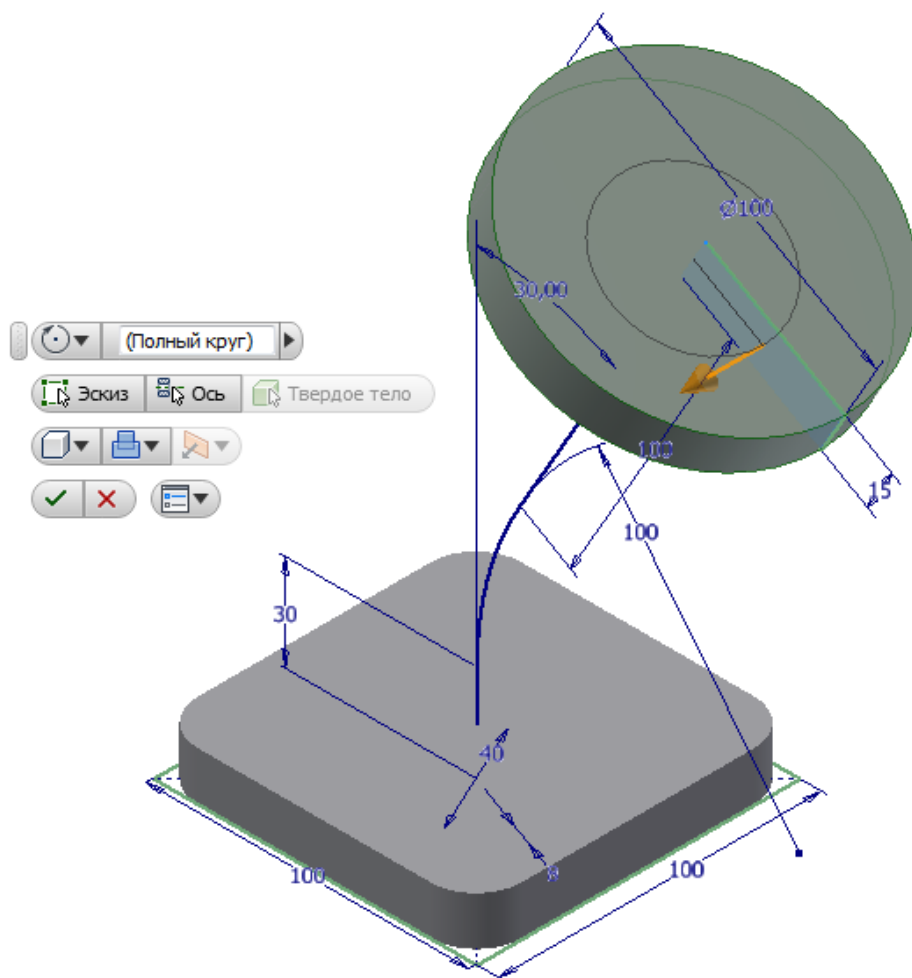

Рисунок 2.5 – Предварительный просмотр инструмента «Вращение»
48) Тут же появится предварительный просмотр нового элемента (рисунок 2.5). Обратите внимание, что доступна стрелка для изменения угла.